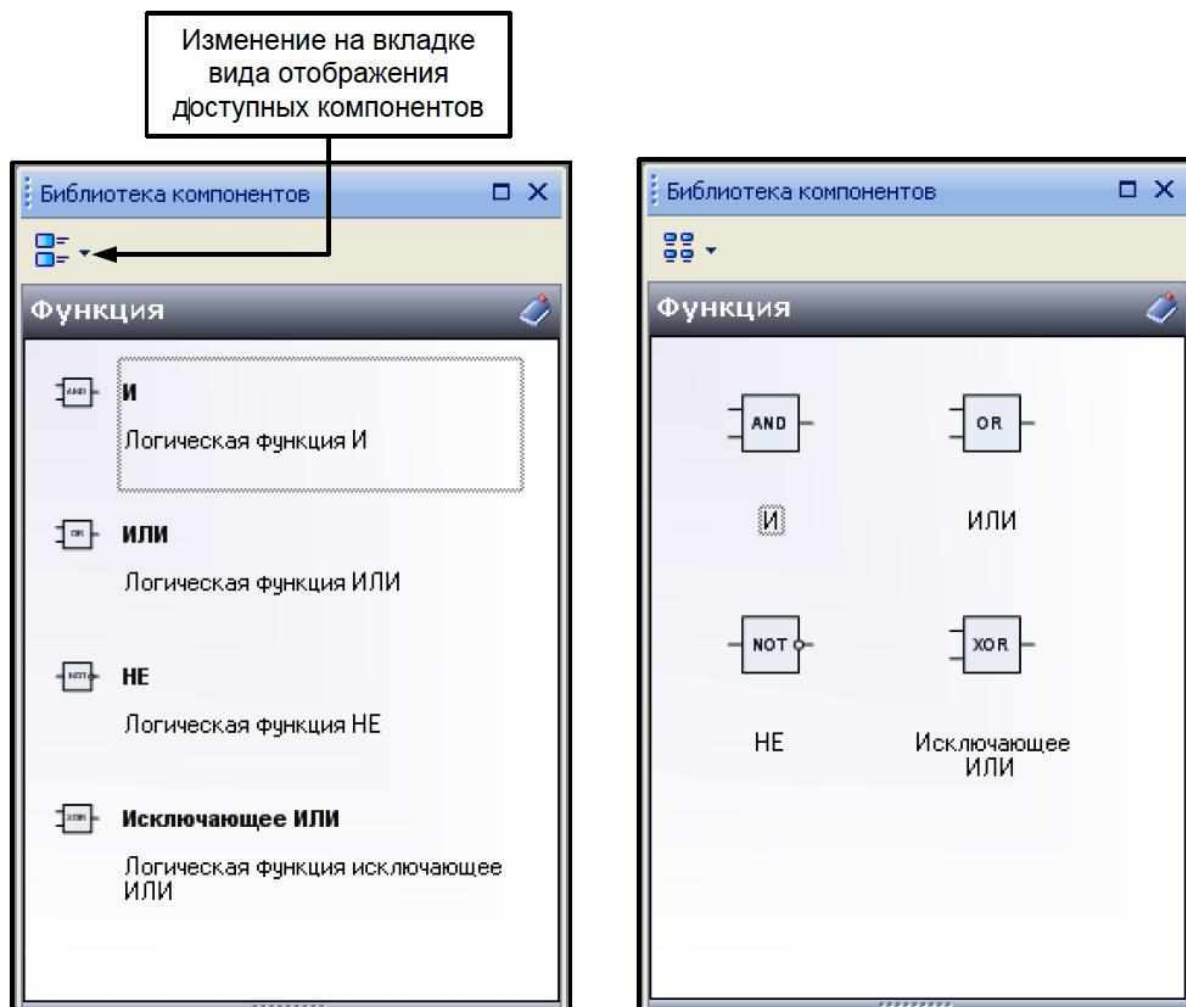

Рисунок 13.1 – Пример изменения отображения блоков библиотеки на вкладке «Функция»
**1. Изменить форму отображения доступных функций и функциональных блоков** для вкладок «Библиотеки компонентов» (рисунок 13.1). Аналогичные возможности по изменению порядка (вида) отображаемой информации предусмотрены и для вкладки «Свойства»;